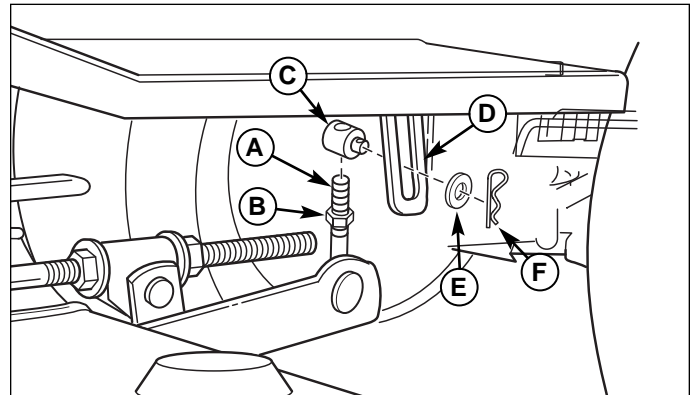

Abbildung 37. Broadmoor Einstellung von Transporthöhe und Bodenverfolgung
Transporthöhe und Eigenschaften der Bodenverfolgung können eingestellt werden. Durch Anheben des Drehzapfens (C, Abb. 37) am J-Haken (A) wird das Mähwerk im abgesenkten Zustand auf die stärkste Bodenverfolgung und die niedrigste Transportposition eingestellt. Durch Absenken des Drehzapfens am J-Haken wird das Mähwerk im abgesenkten Zustand auf die höchste Transportposition und die geringste Bodenverfolgung eingestellt..
1. Lösen Sie die Gegenmutter (B, Abb. 37).
2. Entfernen Sie den Splint (F) und die Unterlegscheibe (E) vom Drehzapfen (C).
3. Entfernen Sie den Drehzapfen (C), den J-Haken (A) und die Gegenmutter (B) vom Traktorhebelarm (D).
4. Verstellen Sie den Drehzapfen (C) nach oben oder unten, um die Höhe einzustellen.
5. PBringen Sie den Drehzapfen (C), den J-Haken (A) und die Gegenmutter (B) wieder im Traktorhebelarm (D) an. Installieren Sie die Unterlegscheibe (E) und den Splint (F). Ziehen Sie die Gegenmutter (B) wieder an. Tighten jam nut (B).